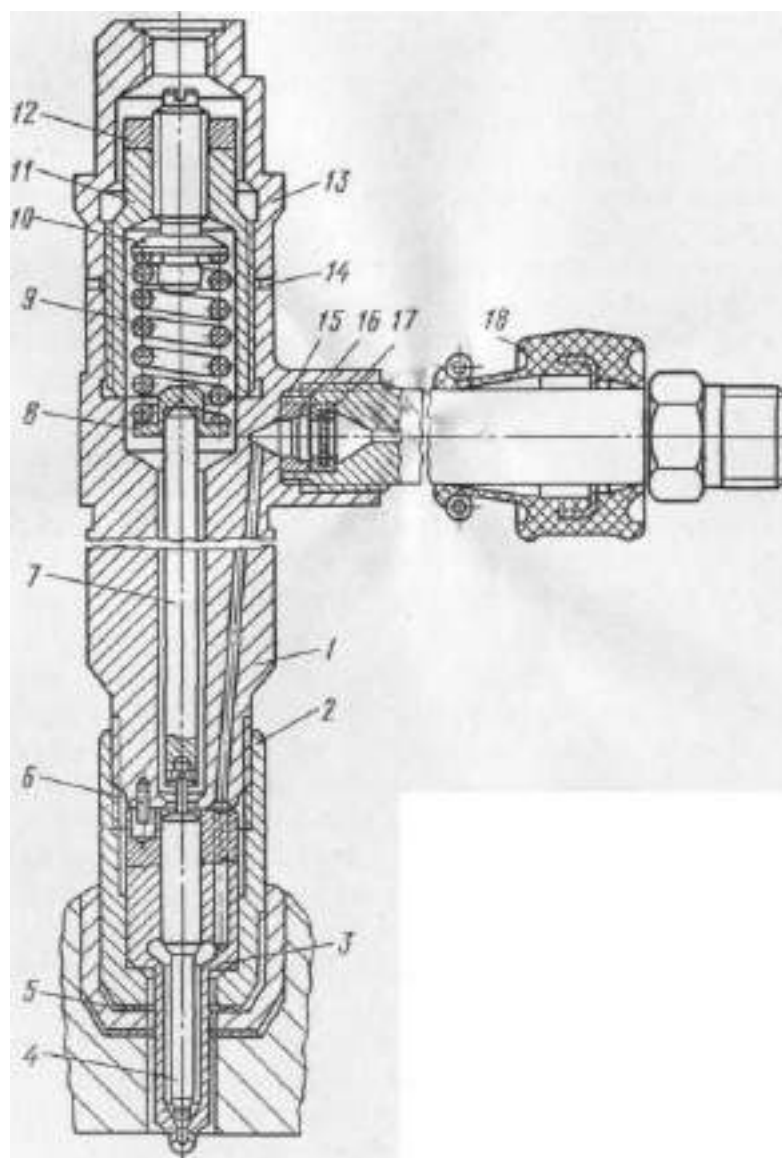

Рис. 4.2. Форсунка:
2. Выполнить разборку и сборку форсунки дизеля ЯМЗ-238 – ЯМЗ-236(рис.4.2.):